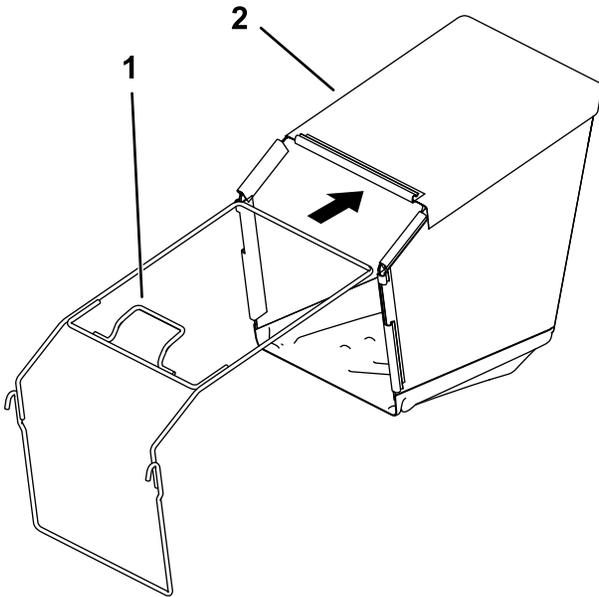

Рисунок 6
2. Вставьте проволочный каркас в травосборник, при этом убедитесь в том, что рукоятка находится над травосборником (Рисунок 6).